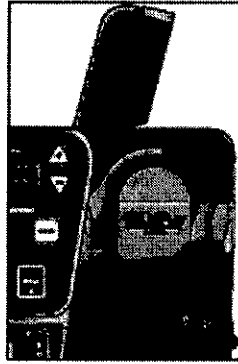

Figura 16
3. Levante la puerta derecha de la bomba y posicione el autobloqueo naranja en la ranura de autobloqueo naranja de la bomba (figura 16).